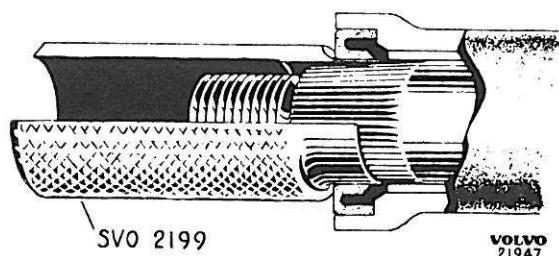

Figure 55. Montage de l'axe porte-galet
6. Monter la douille de protection SVO 2199 comme le montre la figure 55 et monter l'axe porte-galet dans le boîtier de direction. Mettre quelques gouttes d'huile à la vis de réglage de l'axe porte-galet.